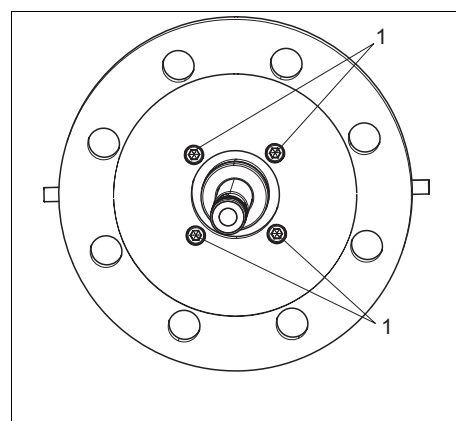

図 20: フランジと洗浄室の取り外し
2. 4 本のボルトを緩め (図 20 を参照)、フランジや洗浄室を取り外します。